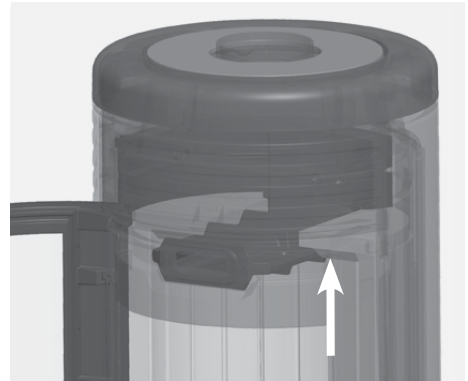

Abb. 4.35 Umlenksteine anheben
- Heben Sie die Umlenksteine ein Stück an (siehe Abb. 4.35),